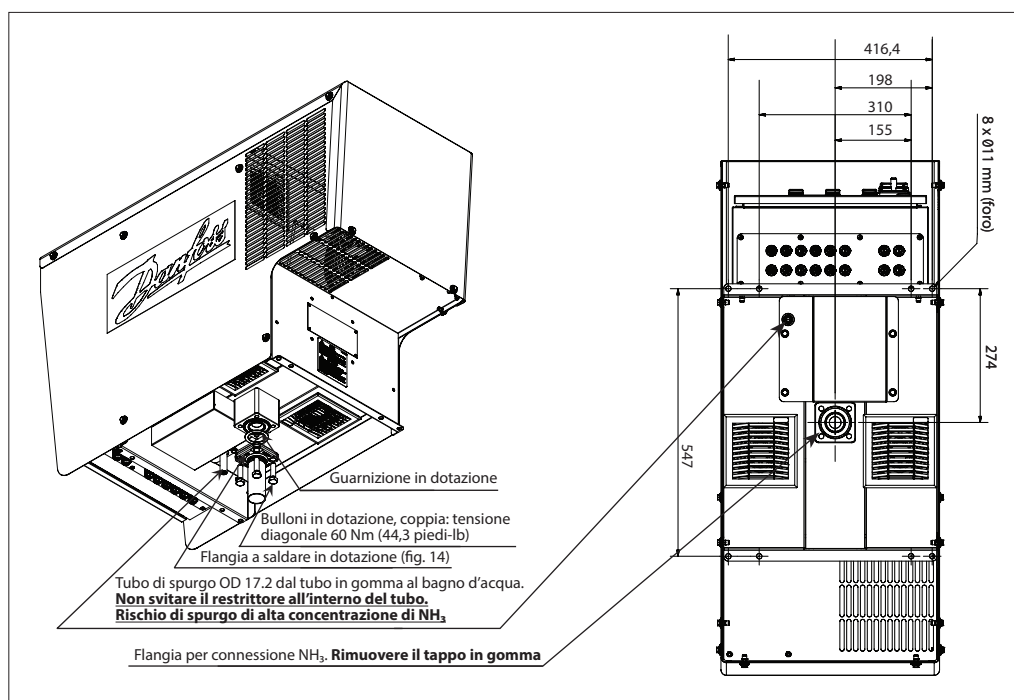
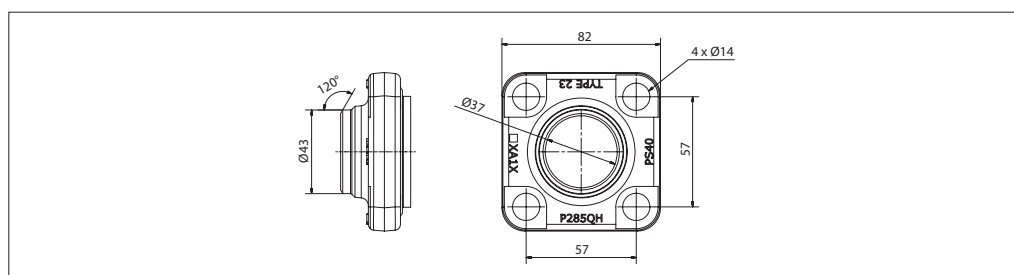

Fig. 13 Connessione ammoniacca
Fig. 14 Flangia a saldare in dotazione
1. Preparare le tubazioni per ammoniacca con la flangia a saldare conformemente alla Fig. 13 e Fig. 14. Le tubazioni principali/di scarico non devono mai essere di dimensioni ridotte rispetto al diametro interno Ø37 mm (1,5 in).
3. Sollevare l'unità di spurgo in posizione utilizzando i golfari di sollevamento posti su ciascun lato dell'armadietto dell'unità di spurgo. **Rimuovere la spina in gomma dall'apertura della flangia. Vedere Fig. 13.**